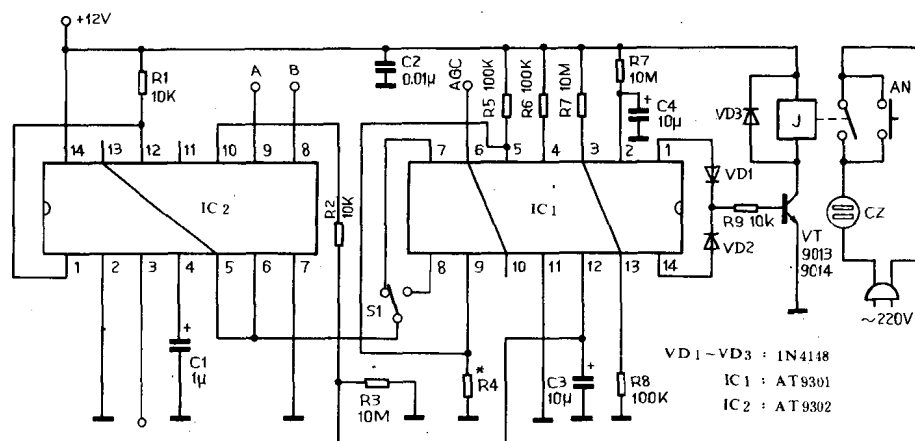

图 1—2 A 型控制器电路
电路原理如图 1—2 所示,图中,IC1 完成开机延时、延时关机、判定信号有无等功能。其中
开机延时是保证电视机在开机后即使暂时未接收到信号也不会马上关机。开电视机时,用户按动 SB,电视机加电工作,图 1—2 电路亦开始工作,IC1 第①脚输出高电平,VT 导通,继电器 K 吸合形成自保。IC1 第①脚输出的高电平大约维持 5 分钟,用户可利用这段时间完成调台、换台等动作;延时关机是指当电视信号消失后延迟一段时间自动切断电视机电源。有信号时,IC1 第④脚输出高电平使继电器吸合,信号消失后,IC1 的第④脚仍保持高电平约 5 分钟,之后变为低电平,继电器释放,电视机断电关机;判定电视信号的有无是通过检测电视机中放部分的中频自动增益(IF AGC)电压来完成的。大家知道,AGC 电压随外来电视信号的强弱而发生变化:信号越强且 AGC 电压越高的称为“正向 AGC”;信号越强 AGC 电压越低的称为“负向 AGC”。在图 1—2 中,当电视机为正向 AGC 时,开关 S1 接至 IC1 的第⑦脚;负向 AGC 时 S1 接